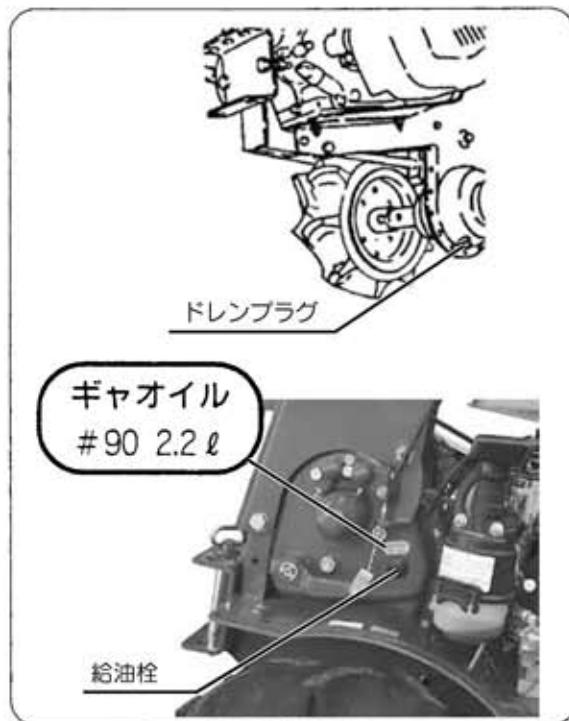

図31
- ① ドレンプラグを外して、汚れたオイルを流し出してください。（エンジンが暖かい内に抜取るとオイルが抜けやすくなります）
- ② エンジンクランク室の給油口のオイルゲージを外してください。
- ③ 汚れたオイルが完全に無くなったら、ドレンプラグを確実に締付けてください。
- ④ エンジンを水平にしてください。
- ⑤ エンジンオイルを給油口からゆっくりと流し込んでください。
- ⑥ ときどき給油口にオイルゲージをねじ込まずに差込んで、オイルの量を確かめてください。オイルゲージのFレベル（正規上面レベル）までオイルを注入してください。
- ⑦ オイルゲージを確実に締付けてください。
### (3) ミッションオイルの交換(図31)